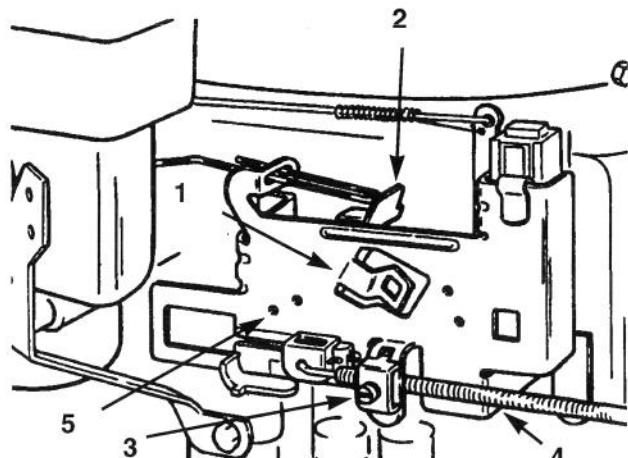

Bild 25
- B. Wenn der Gashebel auf "SCHNELL" steht, müssen die Löcher im Reglerkontrollhebel mit den Indexlöchern in der Reglerplatte übereinstimmen (Bild 25). Wenn die Löcher nicht übereinstimmen, siehe Schritt 4 für Einstellmaßnahmen.